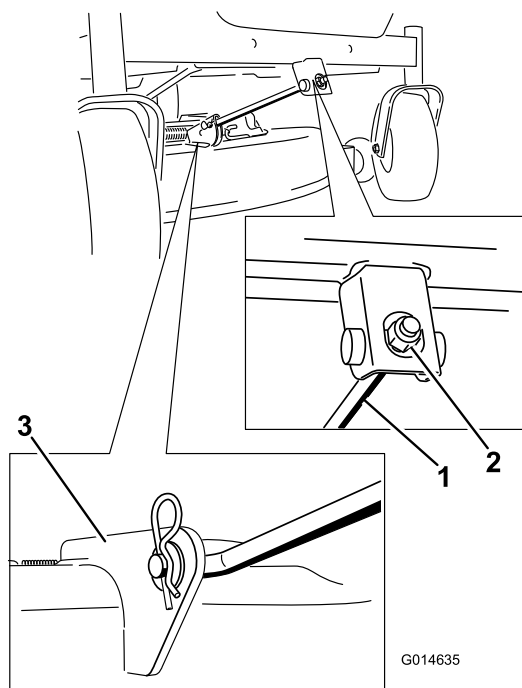

Figura 58
6. Conecte la varilla de soporte delantera a la carcasa de corte con el pasador y la chaveta (Figura 58).
4. Retire el pasador de horquilla de la varilla de soporte delantera y retire la varilla del soporte de la carcasa (Figura 58).